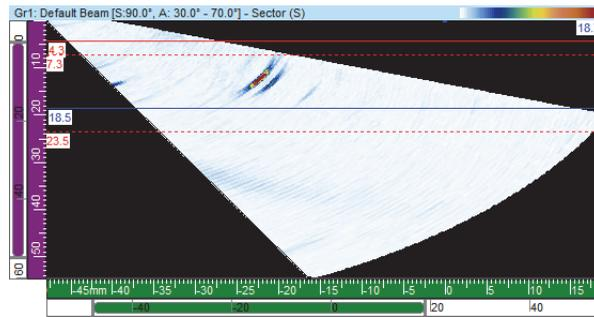

Figura 4-19 Exemplo de cursores ao redor de uma indicação em uma visualização do setor (S)
2. No FocusPC, em uma visualização Lateral (B), Final (D) ou Setor (S), a posição dos cursores de referência (vermelho) e de medição (azul), respectivamente, acima e abaixo do refletor do bloco de calibração (Figura 4-19 na página 120).
4. No TomoView, em uma visualização Lateral (B), Final (D) ou Setor (S), a posição dos cursores de referência (vermelho) e de medição (azul), respectivamente, acima e abaixo do refletor do bloco de calibração (Figura 4-19 na página 120).